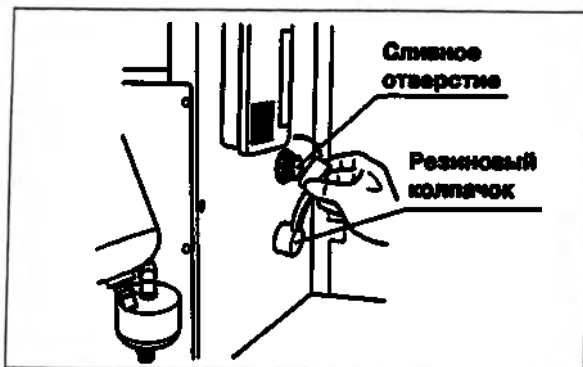

Рис. 4.44
6. Нажмите на переднюю дверцу для её открытия и снимите колпачок со сливного отверстия (см. рис. 4.44).